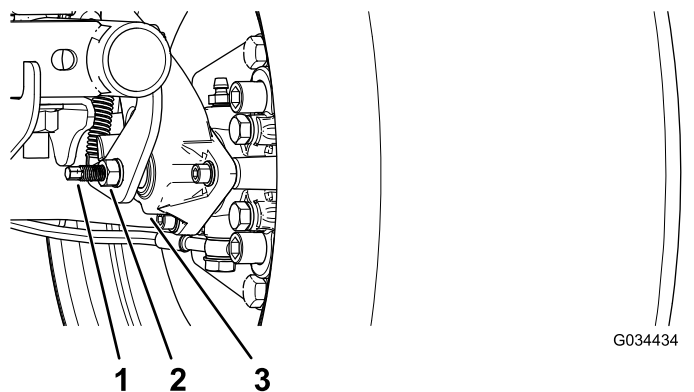

図 56
3. レンチを2本使用し、1本のレンチでキャリパの調整ポストが回らないように保持しながら、もう1本でジャムナットを1/4回転ゆるめる 図 56。
4. 調整ポストとジャムナットを保持した状態で、調整ポストを回して締め付ける 図 56。
5. 調整ポストとジャムナットを保持した状態で、1/4回転だけでもどす 図 56。
6. 調整ポストとジャムナットを保持した状態で、ジャムナットを締め付ける 図 56。